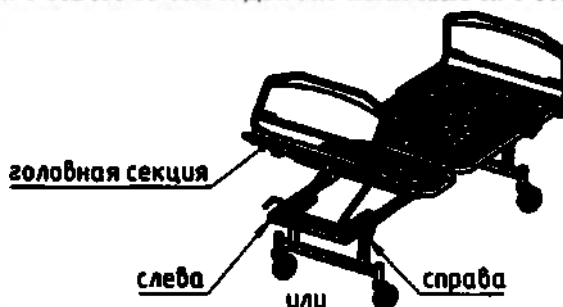

Рисунок 5 – Варианты расположения рамы для подтягивания
- Выбрать сторону установки рамы для подтягивания на кровати (см. рис. 5). Для сборки потребуются два гаечных ключа с зевом 13 мм и два гаечных ключа с зевом 17 мм.